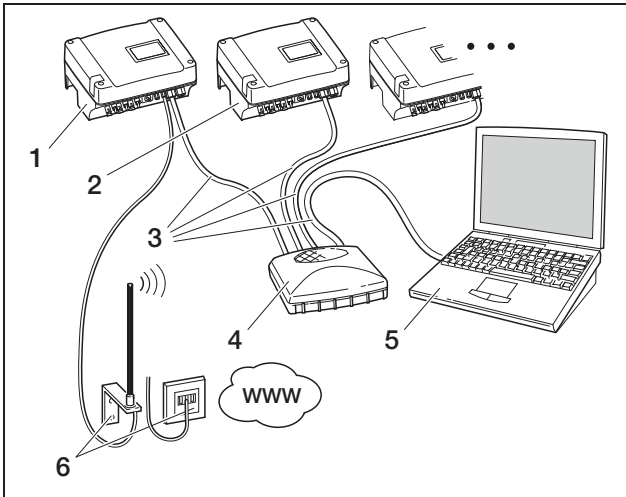

Abbildung 77: Kommunikationsboard I:
- Sie betreiben ein lokales Netzwerk (Ethernet) mit festen IP-Adressen und wollen den Wechselrichter in das Netzwerk integrieren (Abbildung 77 bzw. 78).